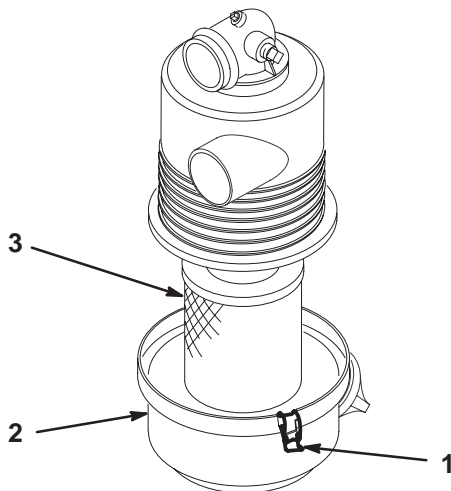

Bild 20
3. Lösen Sie die Laschen, mit denen die Abdeckung am Luftfilterkörper abgesichert wird. Trennen Sie die Abdeckung vom Körper ab. Reinigen Sie die Innenseite der Luftfilterabdeckung (Bild 20).
4. Schieben Sie den Filter vorsichtig aus dem Körper heraus, um das Losrütteln von Staub zu minimieren (Bild 20). Vermeiden Sie ein Anstoßen des Filters am Filterkörper.